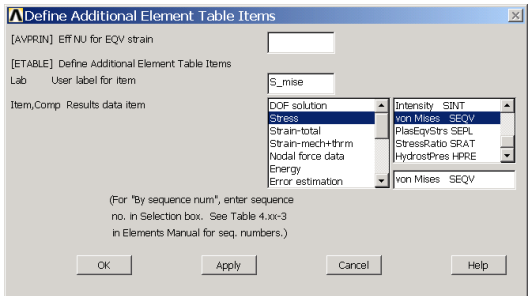

图6.26 定义单元表
(2) 单击 **Add...** 按钮，接着弹出【Define Additional Element Table Items】对话框，如图 6.26 所示。